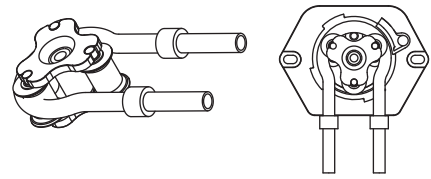

图2
- 1、将软管套在3个滚轮上方，放入到泵头前盖中，注意滚轮盘方向应与图2一致，此示意图软管固定方式为管套固定，管接头固定方式的与此相同。